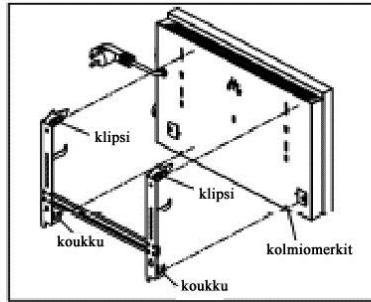

Fig. 3
- 3) Kiinnitä lämmitin pidikkeeseen. Varmista, että pidikkeen koukut osuvat kolmioreikiin. Aseta pidikkeen klipsi lämmittimen takana olevan reiän mukaisesti. Työnnä klipsi tiukasti reikään siten että se kiinnittyy varmasti. (fig.3).